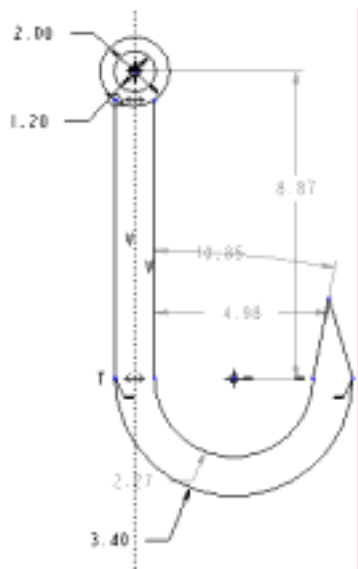

图 3-74 绘制两条直线
(9) 单击工具栏中的“直线”按钮, 分别以两圆弧的端点为直线的起点, 并交于一点, 绘制两直线, 如图 3-74 所示。